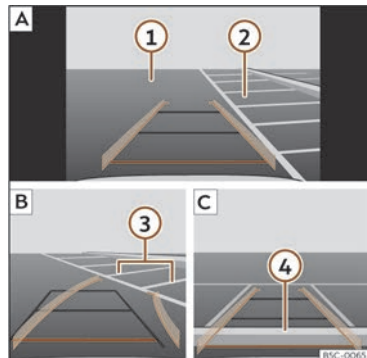

Fig. 164 Afișaj pe ecranul sistemului Infotainment: parcare cu asistentul la deplasarea în marșarier.
Explicație pentru >>> fig. 164:
- Opriti autovehiculul în fața locului de parcare >>> **fig. 164** **2** **A**.